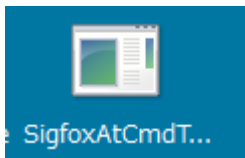

図 7. Sigfox AT Command Tool アイコン
- ④ Sigfox AT Command Tool アイコン (図 7) をダブルクリックして起動させる。